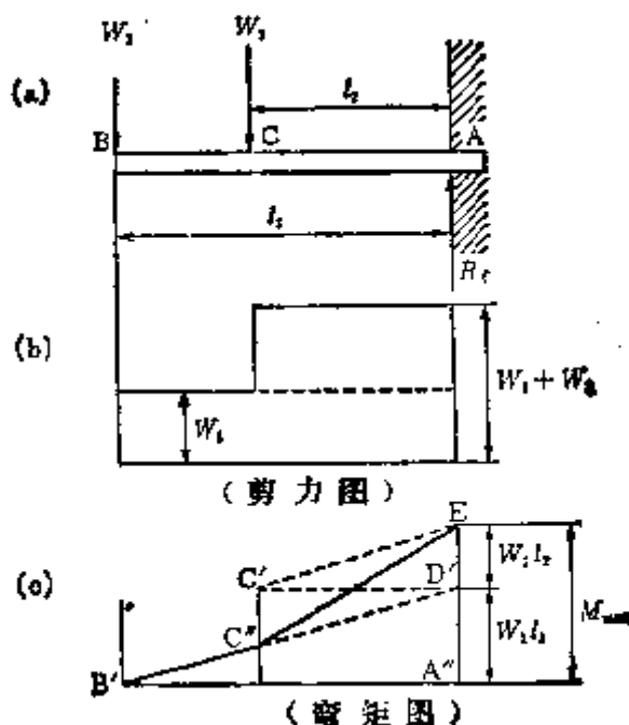

图2.11
**【例题】** 3个集中载荷作用在图2.11(a)所示的悬臂梁上, 试求固定端反力, 并画出剪力图和弯矩图。
将上面的结果归纳成图2.11。